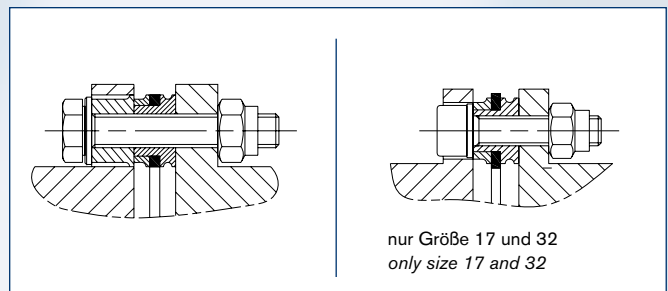

Abb. 8: Anordnung der Baugruppe / Fig. 8: Hardware arrangement
1. Nach Ausrichtung der Naben in axialer, winkliger und paralleler Richtung folgt die Montage des Lamellenpakets und der Buchse. Die Abbildung 8 zeigt die Geräteausrichtung jedes Kupplungstyps.
1. Once the hubs are aligned in the axial, angular and parallel directions, install the disc pack and sleeve. Figure 8 show the hardware orientation for each coupling type.